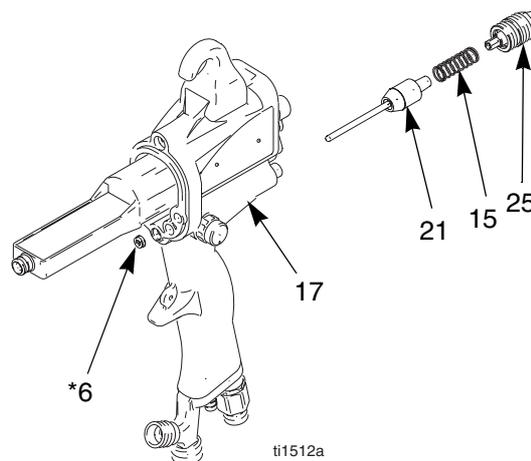

Abb. 21. Luftventil
3. Materialeinstellventil (25) aus dem Griff (17) ausbauen. Die Feder (15) entfernen. Siehe Abb. 21.